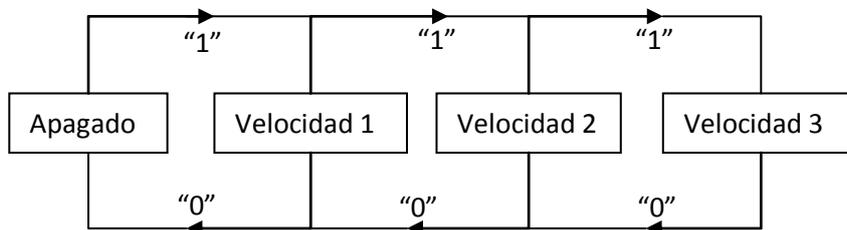
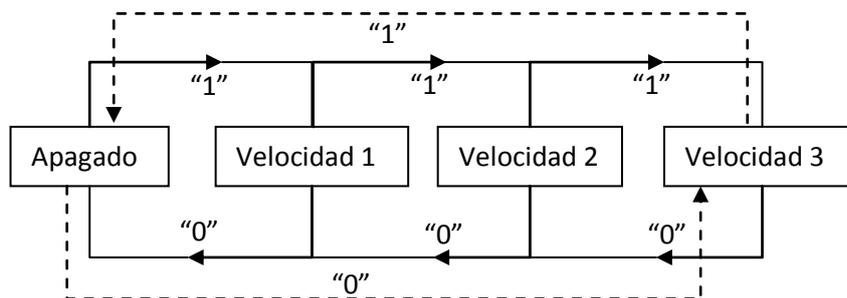

Figura 2.1. Control manual por pasos no cíclico
Figura 2.2. Control manual por pasos cíclico
- **Control por pasos:** el nivel o velocidad de ventilación se controla mediante el objeto de comunicación de 1 bit “Ventilador: Control por Pasos”, escribiendo un “1” para aumentar de nivel o un “0” para disminuirlo. Este control puede ser no cíclico (figura 2.1) o cíclico (figura 2.2).